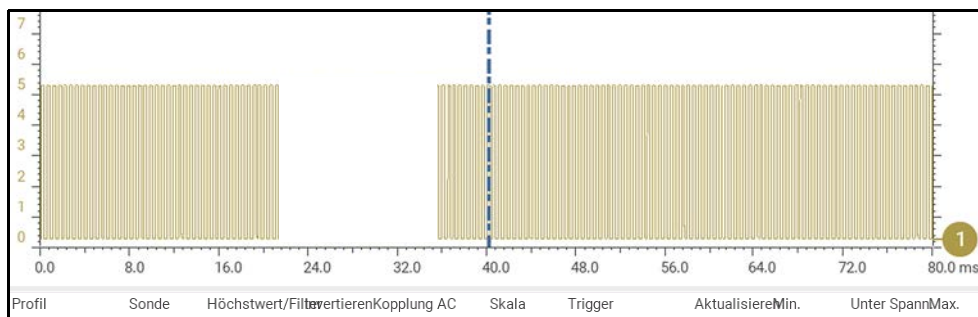

Abbildung 10-42
3. Zoomen Sie wieder heran (in diesem Beispiel auf 8X), um mehr Details (Abbildung 10-42) in dem Bereich zu sehen, in dem der Cursor durch die Störung platziert wurde.